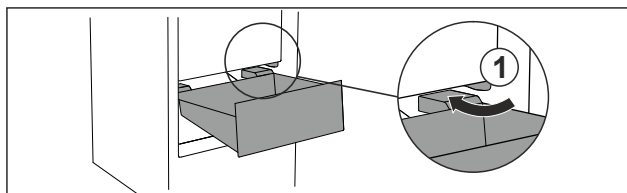

Fig. 92
- Zásuvku ved'te šikmo podél zářezek Fig. 92 (1).